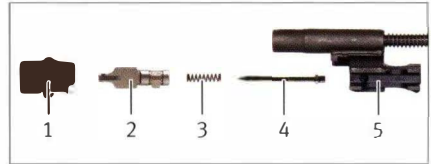

Abb. 76: Verschluss montieren
1. Druckfeder für Schlagbolzen auf den Schlagbolzen schieben (Abb. 76).
2. Schlagbolzen und Druckfeder für Schlagbolzen in den Verschlussträger setzen (Abb. 76).